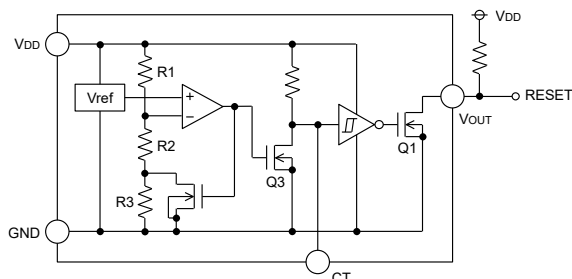
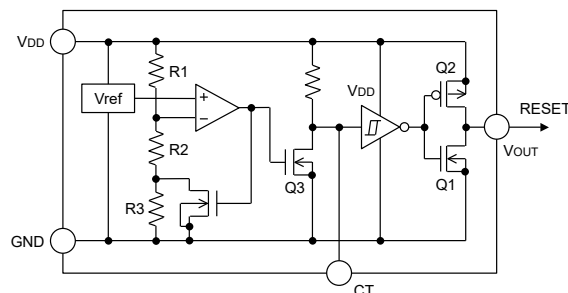

Fig.15 BU42xx タイプ内部ブロック図
Fig.16 BU43xx タイプ内部ブロック図
オープンドレインタイプ(Fig.15)と CMOS 出力タイプ(Fig.16)共に、検出電圧及び解除電圧をスレッシュホールド電圧とし、VDD Pin に印加された電圧が各々のスレッシュホールド電圧に達した時、VOUT 端子電圧は“H”→“L” また “L”→“H” に切り換わります。BU42xx, BU43xx は遅延機能付のため、出力が“L”→“H”に切り換わる時、外付けコンデンサ(CCT)の値で決まる遅延時間 tPLH を設定することができます。BU42xx シリーズでは出力形式がオープンドレイン方式であるため、プルアップ抵抗を VDD または他の電源との間に接続してください。(この場合の出力(VOUT)H 電圧は VDD もしくは他の電源電圧になります。)
入力電源電圧 VDD を SWEEP UP 及び SWEEP DOWN させた時の入力電圧 VDD、CT 端子電圧 VCT、出力電圧 VOUT の関係は以下になります。(回路は P8 Fig.15,16 です。)下図の①～⑤について説明します。